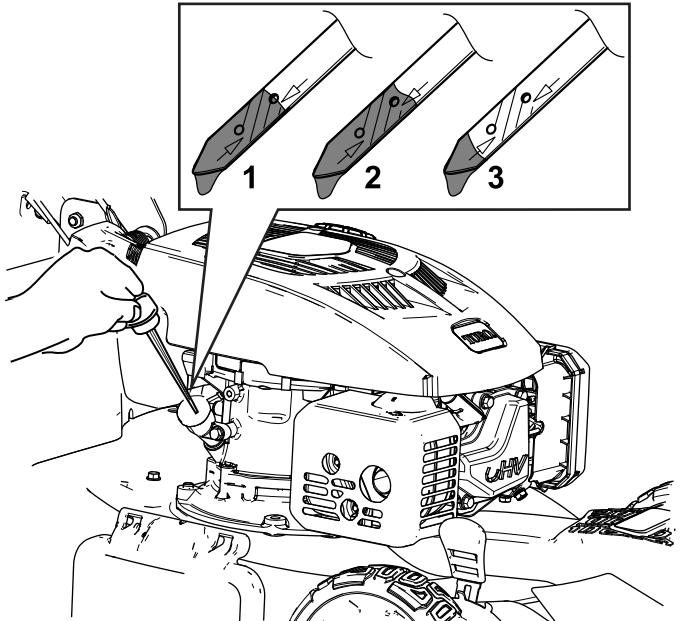

Figure 13
- Tournez le bouchon dans le sens antihoraire et sortez la jauge (Figure 13).
- Vérifiez le niveau d'huile indiqué par la jauge (Figure 13).